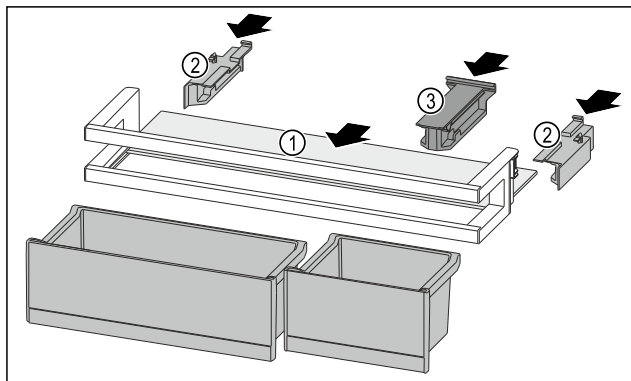

Fig. 215
- Odkládací plochu Fig. 215 (1) zasuněte do bočních vybrání.
- Boční díly Fig. 215 (2) vložte.
- Držák Fig. 215 (3) vložte.